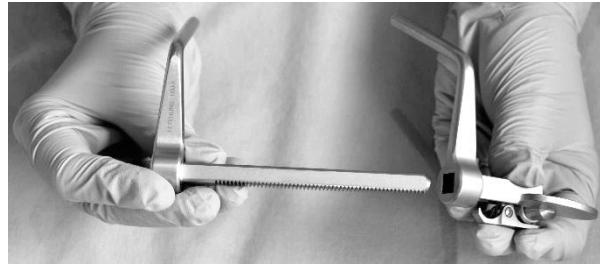

Fig. 19
2. A questo punto è possibile ricondizionare lo strumento smontato nei singoli componenti (Fig. 19).